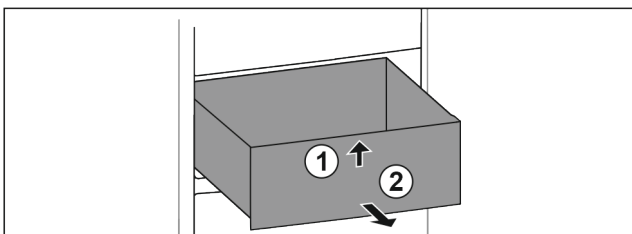

Fig. 66
- ▶ Приподнимите выдвижной ящик спереди. Fig. 66 (1)
- ▶ Извлеките выдвижной ящик движением вперед. Fig. 66 (2)